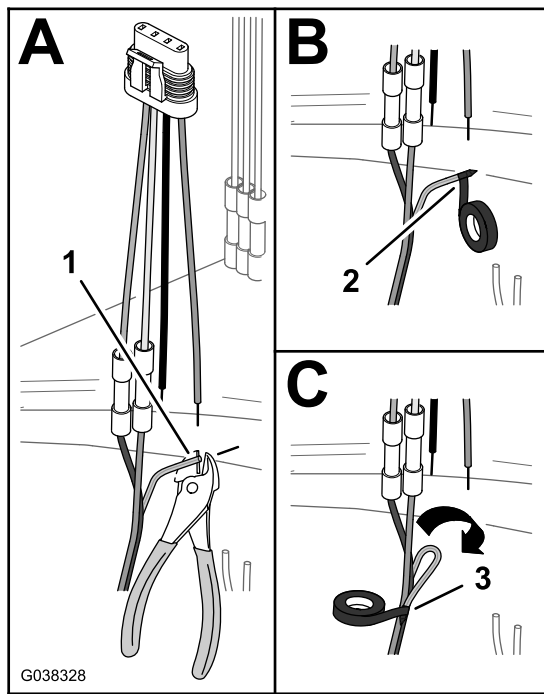

图40
- A. 剪断绿色和黄色导线的导体使之与绝缘体齐平图 40。
- B. 包裹带有电工胶带的绿色和黄色导线的端部密封导线 图40。
- C. 将绿色和黄色导线折叠到棕色导线和蓝色导线上然后用电工胶带包裹 3 条导线 图40。